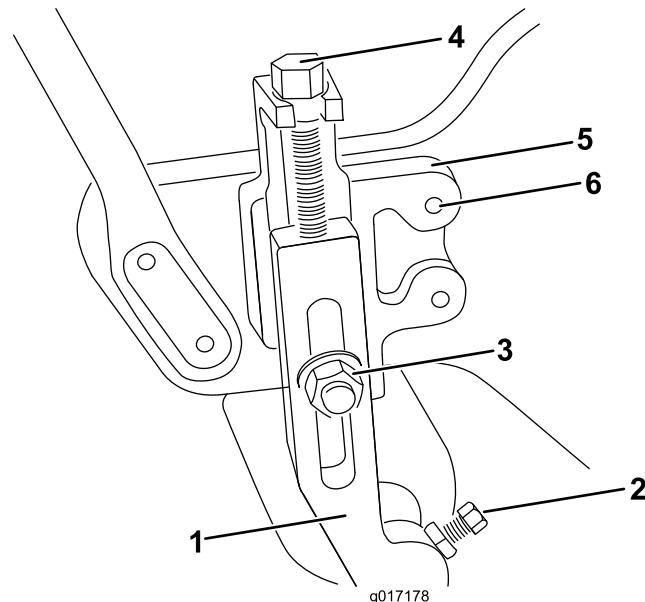

Figure 1
- Desserrez les écrous de blocage et les vis d'arrêt fixant chaque extrémité du rouleau avant aux bras de hauteur de coupe (Figure 1).
- Retirez les boulons de carrossier et les contre-écrous fixant les bras de hauteur de coupe aux supports de réglage (Figure 1). Déposez les bras de hauteur de coupe et l'ensemble rouleau.
- Sur le modèle Greensmaster 1600 uniquement, retirez les vis de réglage de la hauteur de coupe, les écrous de blocage et les vis de fixation des bras de hauteur de coupe (Figure 1).
Sur les modèles Greensmaster 800 et 1000 uniquement, retirez les deux boulons à face conique fixant les supports de hauteur de coupe gauche et droit aux plaques latérales (Figure 1). Installez les supports de hauteur de coupe sur les côtés opposés de la machine, sans les boulons. Utilisez pour ce faire les trous de montage arrière des plaques latérales.